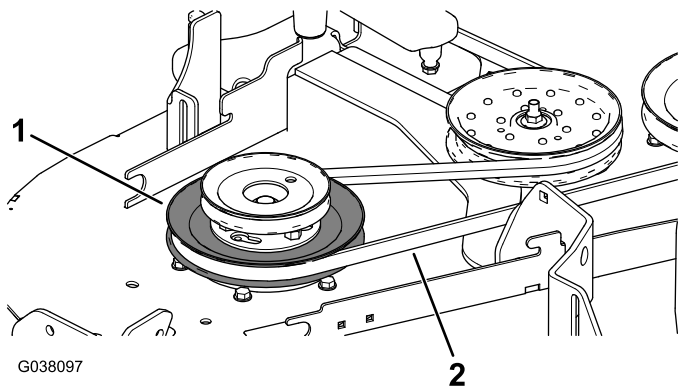

Figura 32
6. Montate la cinghia del tosaerba attorno alla puleggia inferiore della doppia puleggia (Figura 32).